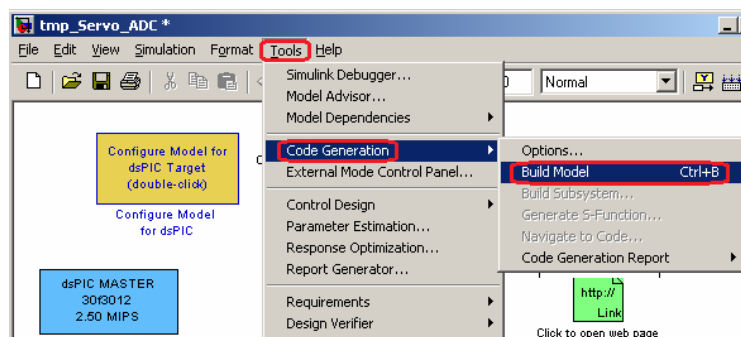

Рис. 18. Запуск компилятора Simulink модели.
6. Откомпилируйте модель tmp_Servo_ADC.mdl. Запуск компилятора показан на Рис. 18.